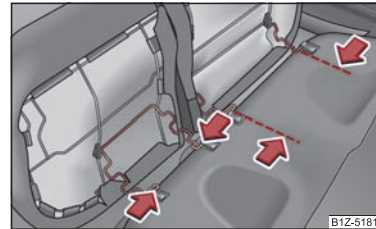

Fig. 62 Scoaterea scaunelor
- Apăsăți mânerul de sârmă în sensul săgeții ⇒ fig. 62 și scoateți scaunul din suport. ►